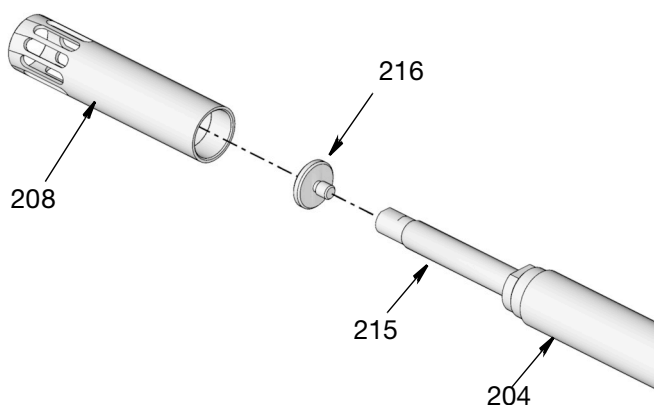

Рис. 44
Насос HP: Вкрутите плунжер всасывающего ковша (216) в конец штока первичной заливки насоса (215). Наденьте торцовый гаечный ключ на плунжере (216) и гаечный ключ на лыски штока первичной заливки насоса (215) и работайте ими, чтобы надежно затянуть поршень всасывающего ковша (Рис. 44). Затяните с усилием 145 - 155 дюймов на фунт (16 - 17 Н-м)
- а. Вкрутите плунжер всасывающего ковша (216) в конец штока первичной заливки насоса (215). Затяните усилием руки.
- б. Затяните гайку с помощью торцового гаечного ключа на гайке (219) и второго гаечного ключа на лысках штока заливки насоса (215) путем проворачивания в противоположном направлении.
17. Присоедините цилиндр всасывающего ковша (208) к цилиндру насоса (204) при помощи резьбового соединения (Рис. 44). Используйте гаечный ключ для надежной затяжки.